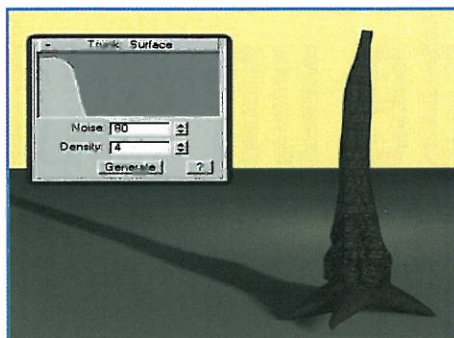

IMAGEN 12. AÑADIR RUGOSIDAD A LA SUPERFICIE DE LOS NIVELES.
- **Surface:** controlará la suavidad o rugosidad de cada nivel. En este caso vamos a volver al nivel *Trunk*. En la imagen 12 vemos cómo el tronco se hace más rugoso en la base al aumentar la curva en su parte de la izquierda. Con *Noise* modificaremos el grado de rugosidad que queremos aplicar; 90-100 aplicará máxima rugosidad mientras que valores cercanos al 0 apenas modificarán nada. *Density* aumentará el número de polígonos utilizados y por tanto el detalle de la superficie.